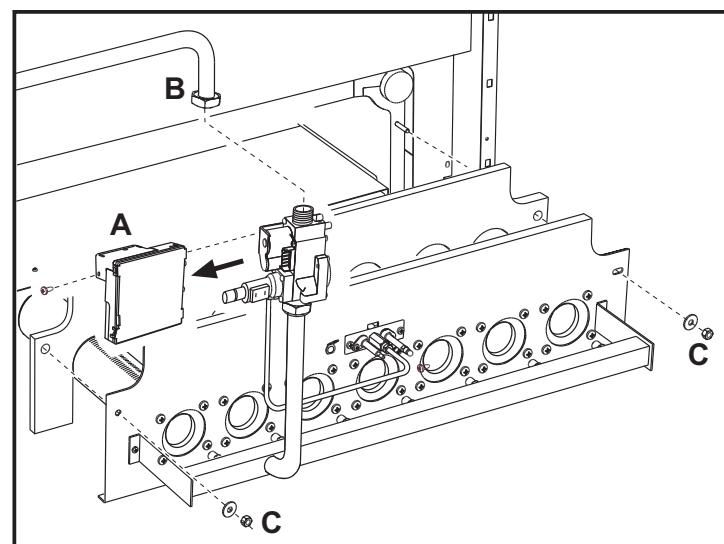
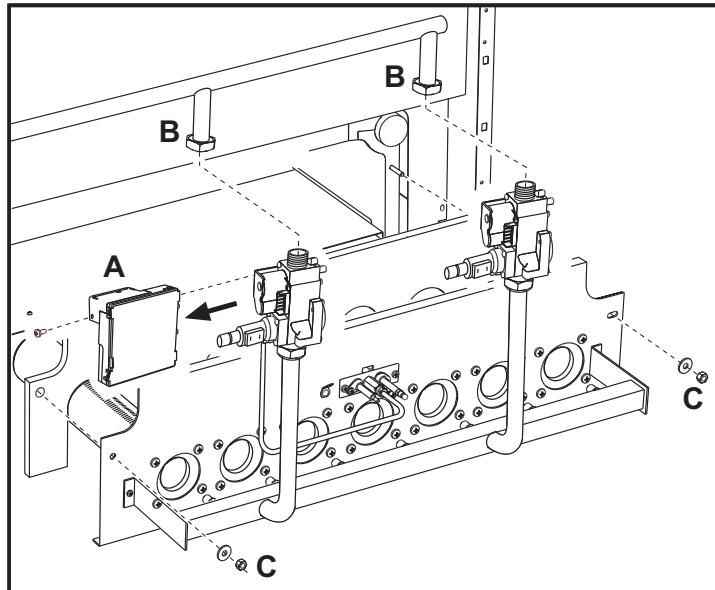

fig. 7 - Modèles PEGASUS - 67 2S, 77 2S et 87 2S
fig. 8 - Modèles PEGASUS - , 97 2S et 107 2S
- Démonter la centrale électronique de contrôle de flamme « A » de la vanne à gaz (fig. 7).
- Pour les modèles 97 2S et 107 2S à 2 vannes, dévisser les 2 vis de fixation des 2 connecteurs électriques qui alimentent la seconde vanne et les dégager (fig. 8).
- Dévisser l'écrou « B » fixant le tuyau d'arrivée du gaz en amont de la vanne à gaz (fig. 7). Pour les modèles 97 2S et 107 2S, dévisser les deux écrous (fig. 8).